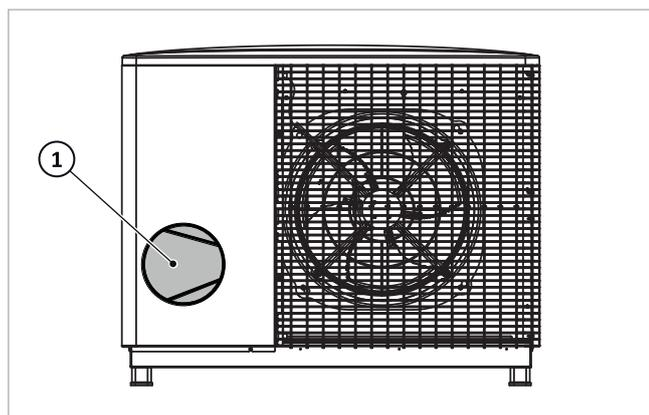
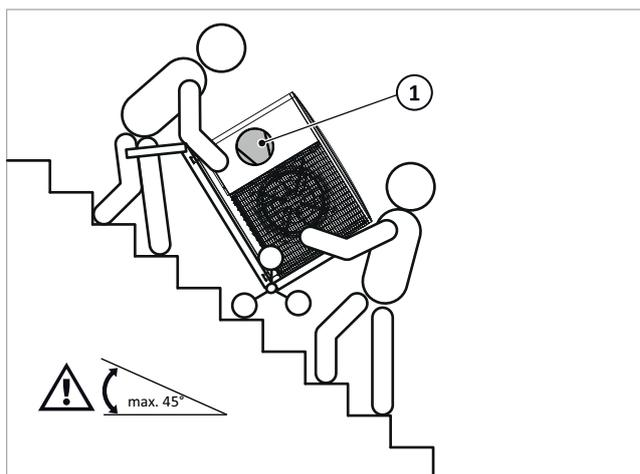

Abb. 4: Transport SolvisLea Pro - Position des Schwerpunkts (1) in der Wärmepumpe
Abb. 5: Transport SolvisLea Pro mit Treppenkarre - max. zulässige Neigung beachten
- Beim Transport auf den Schwerpunkt des Geräts beachten, dieser befindet sich im Bereich des Verdichters (1) (siehe → Abb. 4 und Abb. 5)
- Wenn das Gerät beim Transport angekippt werden muss, darf dies nur kurzzeitig über eine der Längsseiten und mit max. 45° Neigung geschehen. Der Verdichter (siehe → Abb. 5) soll sich dabei stets an der höher gelegenen Geräteseite befinden.